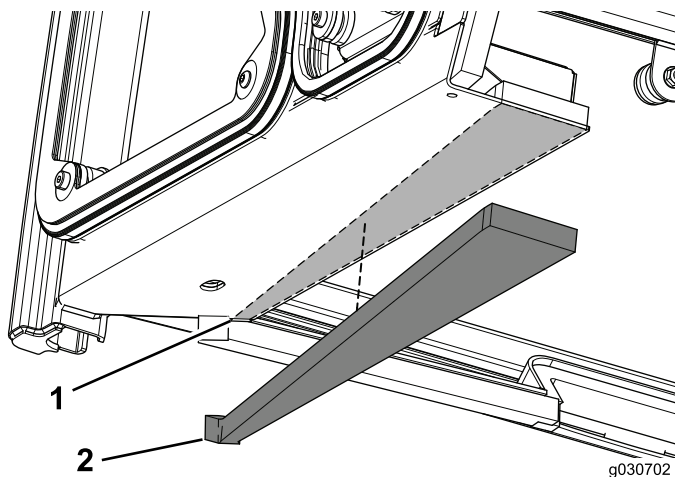

Рисунок 12
1. Установите передний левый боковой уплотнитель из пеноматериала на расстоянии приблизительно 3 мм от края передней левой секции кабины в сборе (Рисунок 12).